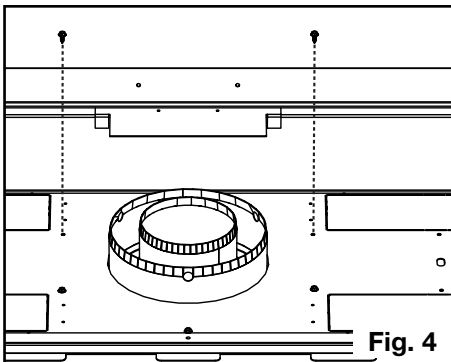

Fig. 4
4. Dévissez les attaches comme indiqué sur la (Figure 4). NE PAS DÉBRANCHER LES FIXATIONS.